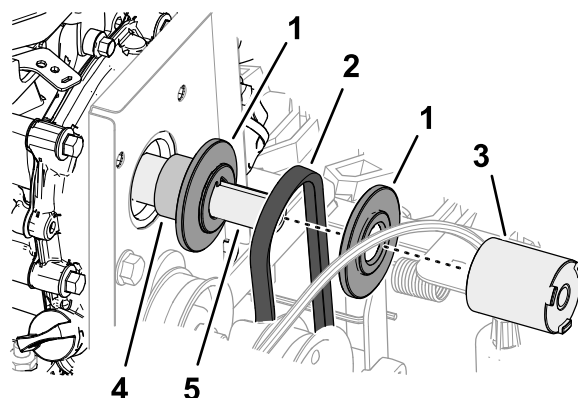

Figura 46
4. Retire el espaciador de la pulea, la mitad delantera de la pulea y la correa de tracción de 87,6 cm del cigüeñal del motor (Figura 46).